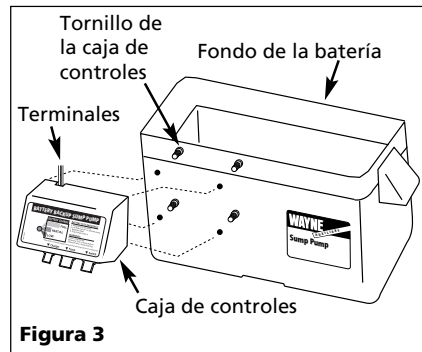

Figura 3
1. Conecte la caja de control a uno de los lados del compartimiento de la batería tal como se muestra en la Figura 3. Coloque la batería en el compartimiento, conecte el cable rojo al borne positivo de la batería y el cable negro al borne negativo. Ponga la tapa a la caja.